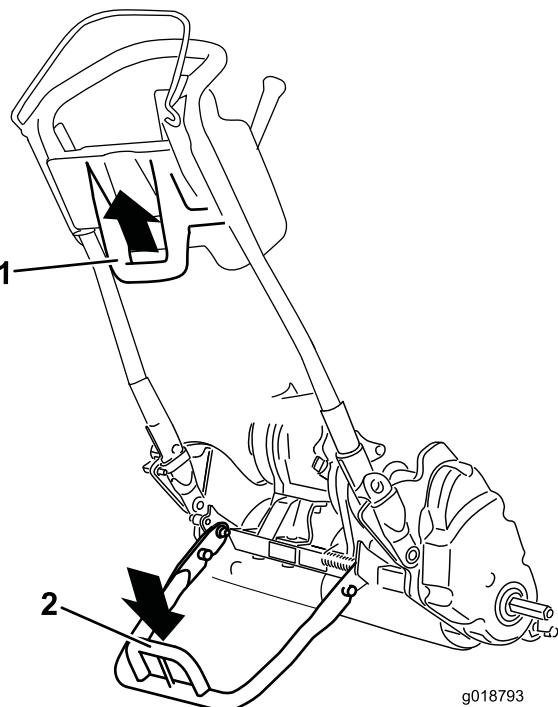

Figura 27
- Para utilizar el caballete para instalar las ruedas de transporte, bájelo al suelo y pise la barra del caballete, tirando del manillar inferior central de la máquina hacia arriba y hacia atrás (Figura 27).